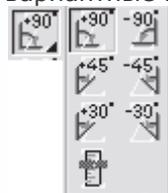

Рис. 1.48. Вариантная кнопка для вращения выделенного объекта
• Группа кнопок для вращения относительно ортогональных осей представлена тремя вариантными кнопками, каждая из которых отвечает за вращение выделенного объекта или группы вокруг соответствующей координатной оси (Z, X или Y). Все вариантные кнопки имеют одинаковый состав и внешний вид (рис. 1.48).